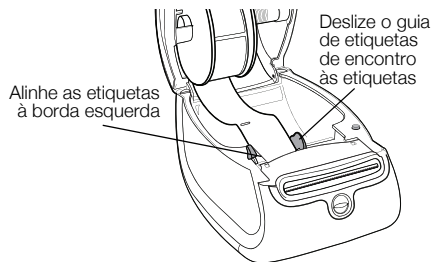

Figura 8
- 7 Alinhe a borda esquerda da etiqueta à borda esquerda da abertura de alimentação de etiquetas e, em seguida, insira a etiqueta na ranhura. Consulte a Figura 8.
- 8 Deslize o guia de etiquetas para a esquerda até ele se alinhar à borda direita da etiqueta. Consulte a Figura 8.